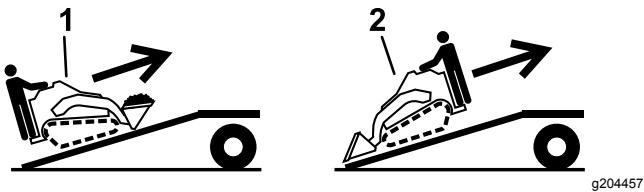

Figura 35
5. Caricate la macchina sul rimorchio con l'estremità più pesante sulla rampa, trasportando i carichi verso il basso (Figura 35).
1. Abbassate la rampa, assicurandovi che l'angolazione tra la rampa e il terreno non superi 15 gradi (Figura 35).